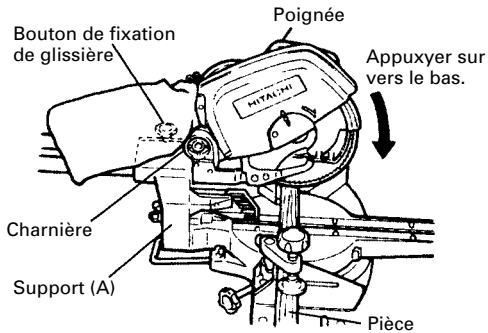

Fig. 21
- (1) Comme indiqué à la Fig. 21, la largeur de la lame est la largeur de coupe. En conséquence, glisser la pièce vers la droite (vue de la position de l'opérateur) pour obtenir la longueur (b), et sur la gauche pour obtenir la longueur (a).
- (2) Quand la lame a atteint sa vitesse maximale, abaisser doucement la poignée jusqu'à ce que la lame approche de la pièce.
- (3) Quand la lame touche la pièce, appuyer progressivement sur la poignée pour couper la pièce.
- (4) Quand la pièce est coupée à la longueur voulue, mettre l'outil électrique hors tension et attendre que la lame soit complètement arrêtée avant de relever la poignée en position complètement rentrée.
Glisser la charnière sur le support (A), et serrer le bouton de fixation de glissière comme indiqué à la Fig. 21. Abaisser la poignée pour couper la pièce. Cette façon d'utiliser l'outil électrique permet de couper des pièces d'une section allant jusqu'à 65 mm (2-9/16").